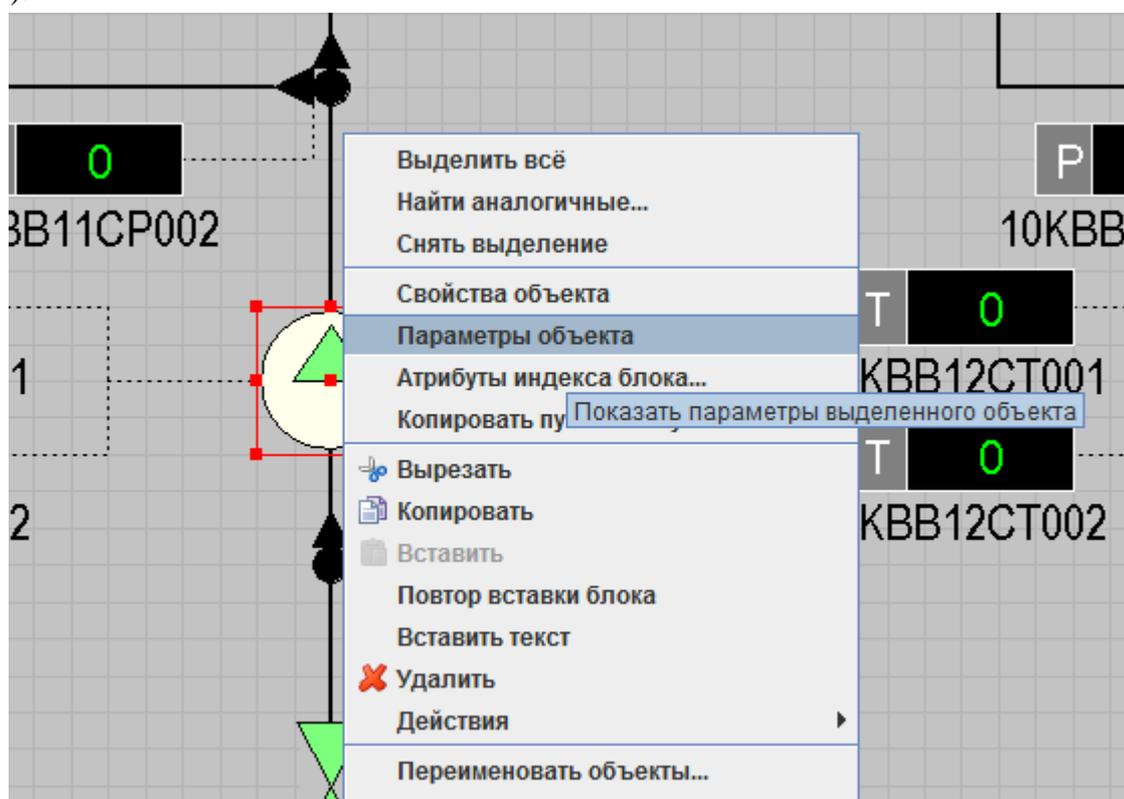

Рисунок 55 – Выбор параметров объекта
- Выделить элемент на схеме правой кнопкой мыши и выбрать пункт – «Параметры объекта» (Рисунок 55 –).